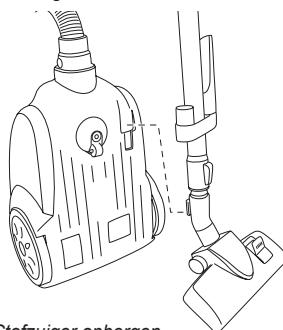

Figuur 8
- Geleid het snoer terwijl u het oprolt. Anders kan het snoer in de knoop raken of kan de stekker hard tegen de achterkant van het apparaat slaan. Neem het snoer bij de markering losjes in uw hand en laat het gecontroleerd door uw vingers heen naar binnen trekken, zie figuur 8.